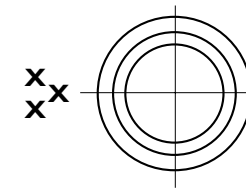

Abb. 4, bei Treffpunktlage links
Drehen der Seitenverstellungsschraube entgegen der Pfeilrichtung (R) bewirkt eine Treffpunktverlagerung auf dem Ziel nach links (Abb. 4).